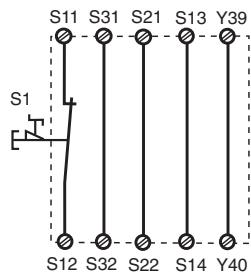
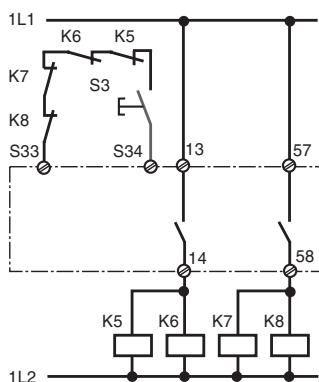

Fig. 2: Eingangskreis einkanalig, automatisch.
Fig. 11: wie Fig. 10 mit überwachtem Start/
In Fig. 2 ... Fig. 11 sind Anschlußbeispiele für NOT-AUS-Beschaltung mit automatischem und überwachtem Start, Schutztüransteuerungen sowie Kontaktvervielfachung durch externe Schütze.
- Fig. 2 und 7: **keine** Verbindung S33-S34
- Fig. 2: Beachten Sie: Das Gerät startet bei Spannungsausfall und -wiederkehr automatisch. Verhindern Sie einen unerwarteten Wiederauflauf durch externe Schaltungsmaßnahmen.
In Fig. 2 ... Fig. 11 are connection examples for Emergency Stop wiring with automatic and monitored reset. Safety gate controls as well as contact expansion via external contactors.
- Fig. 2 and 7: S33-S34 **not** connected
- Fig. 2, please note: The device starts automatically after loss of power. You should prevent an unintended start-up by using external circuitry measures.
Les figures 2 à 11 représentent les différents câblages possibles du PNOZ XV3.1P à savoir: poussoir AU avec réarmement automatique ou auto-côntrolé, interrupteurs de position et augmentation du nombre des contacts de sécurité par contacteurs externes.
- Fig. 2 et 7: **pas** de câblage sur S33-S34
- Fig. 2: Dans le cas, l'appareil se réarme automatiquement après une coupure et une remise sous tension. Evitez tout risque de redémarrage par un câblage externe approprié.